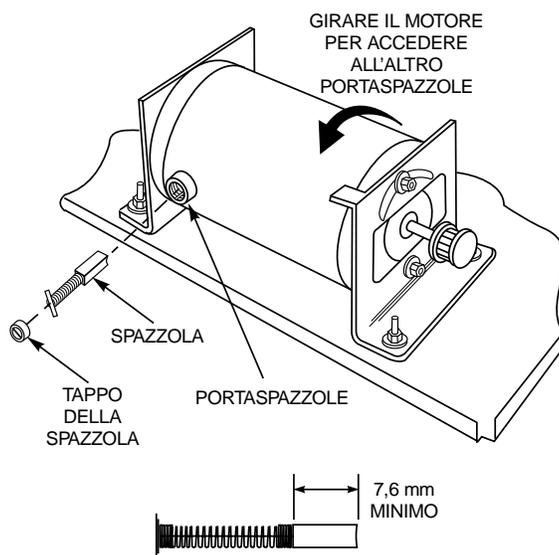

Figura 15. Ispezione e sostituzione delle spazzole
3. Consultare la Figura 15 e rimuovere i tappi delle spazzole.